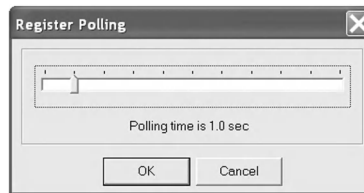

图 9-4. GUI 中的寄存器轮询设置
- 点击菜单“Settings”（设置），选择“Register Polling”（寄存器轮询），将“polling time”（轮询时间）设置为非零，如图 9-4 所示，然后每个“polling time”（轮询时间）读入一次所有寄存器。